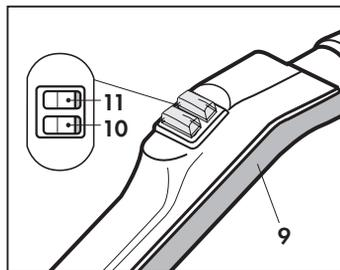
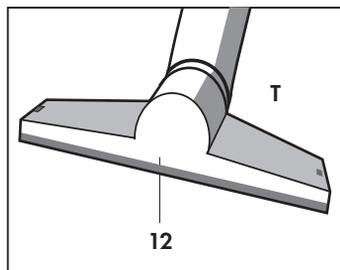

Fig. 13
Fig. 14
**IMPUGNATURA ANATOMICA (Q) (Fig. 13)**
- L'impugnatura anatomica (Q) (9) è posizionata alla fine del tubo flessibile (Q) e può essere collegata ad una delle prolunghe rigide (U) o direttamente all'accessorio. Sull'impugnatura (Q) sono presenti due interruttori:
- **Interruttore rosso (10)**: premendolo, si permette l'erogazione del vapore dall'accessorio.
- **Interruttore azzurro (11)**: premendolo, si permette l'aspirazione di sostanze liquide o solide.
**SPAZZOLA MULTIUSO (T) (Fig. 14)**
Per la pulizia su moquette e tessuti, scaricare preventivamente la condensa prima di operare sul tessuto premendo l'interruttore rosso (10) posto sull'impugnatura (9) del flessibile (Q) (Fig. 13).
**Per la pulizia dei tessuti scaricare preventivamente la condensa prima di operare sul tessuto premendo l'interruttore rosso (10) posto sull'impugnatura (9) (Fig. 13). Durante la fase di pulizia, non interrompere l'erogazione del vapore.**